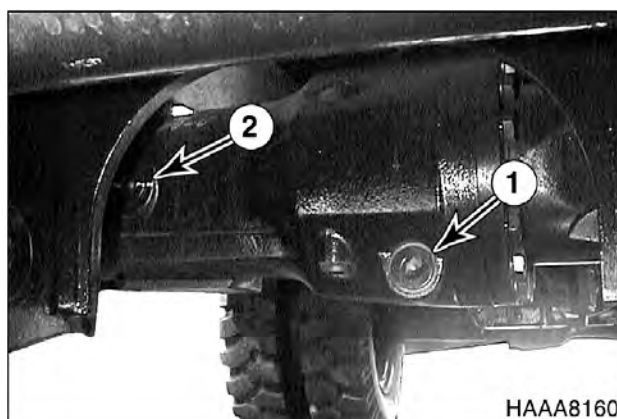

Рис. 81
1. Отверстие для слива масла (1, рис. 81) расположено в нижней части картера моста, а заливные отверстия (2) расположены в задней части картера моста.
2. Очистить от грязи, смазки и других посторонних веществ поверхность вокруг сливного отверстия (1, рис. 81) и заливных отверстий (2) картера моста.
5. Извлечь заглушку заливного отверстия (2, рис. 81) и залить соответствующую трансмиссионную жидкость до нижнего края заливного отверстия.